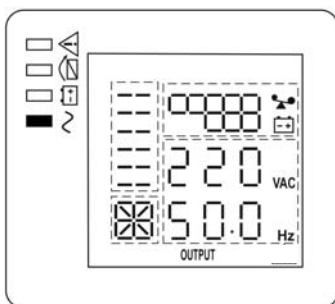

Рисунок 9 — состояние ЖК-дисплея и индикаторов в режиме «ОСНОВНОЙ»
- Включите изделие комбинацией кнопок  +  (см. п.1 таблицы 2). Изделие выполнит автоматическое самотестирование, определит качество входного сетевого напряжения и уровень нагрузки. Процесс самотестирования сопровождается последовательным включением/выключением всех индикаторов. После самотестирования изделие перейдет в режим «ОСНОВНОЙ» и продолжит заряд АКБ. Индикатор «БАЙПАС» погаснет, а индикатор «ИНВЕРТОР» включится (см. рисунок 9).
- Включите нагрузки. Если нагрузок много, необходимо включать их последовательно, одну за другой, на ЖК—дисплее отобразится уровень нагрузки (см. рисунок 9 ).
Вновь подать сетевое напряжение. Изделие должно автоматически перейти в режим «ОСНОВНОЙ» (см. рисунок 9), либо в режим «ЭКО», если параметр ЕСО включён (см. Приложение 2, описание настройки параметров изделия).